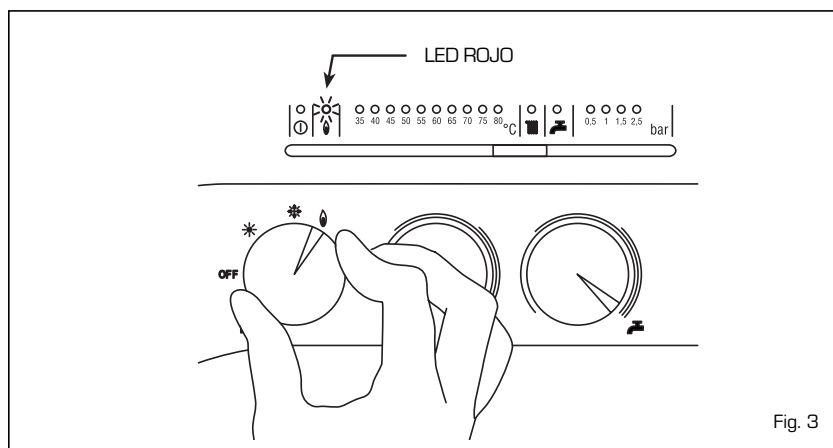

Fig. 3
- Bloqueo del encendido (fig. 3)